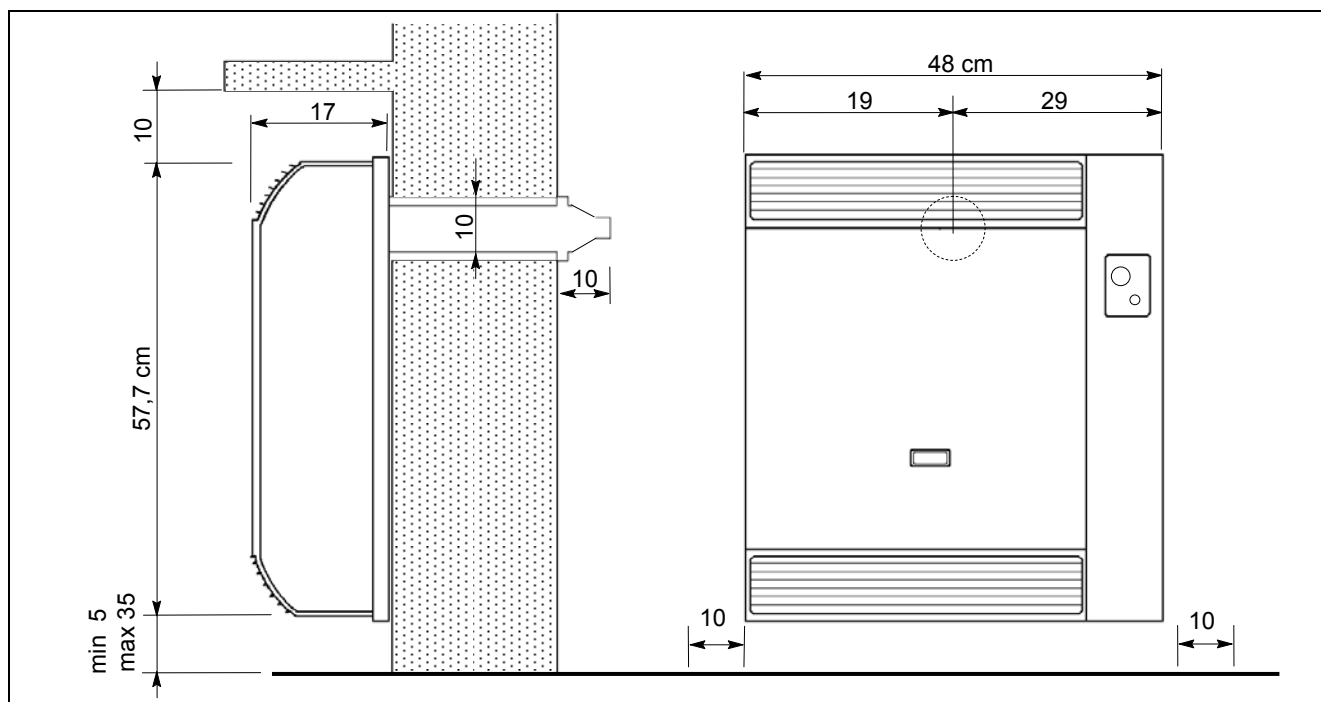

Figura 1 – DIMENSIONI ESTERNE E LIMITI DI INSTALLAZIONE
1. All'interno del locale, l'apparecchio va applicato su una parete perimetrale esterna dell'edificio, rispettando le distanze di Figura 1, affinché esista lo spazio sufficiente per accedere in caso di intervento. La distanza minima consigliata dell'apparecchio dal pavimento è 5 cm e possibilmente non superiore a 35 cm in quanto, per altezze superiori si avrebbe una distribuzione non uniforme del calore nel locale riscaldato.